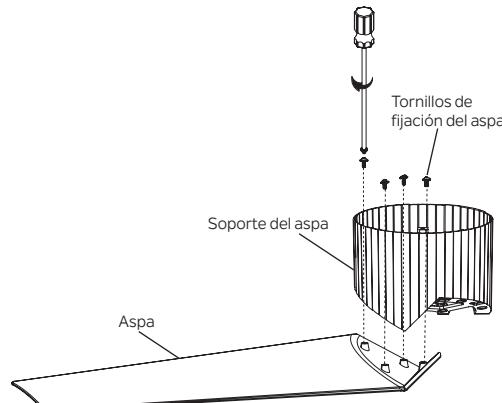

Figura 5
**Paso 1.** Alinee los cuatro orificios del aspa con los cuatro orificios correspondientes del soporte. Enrosque los tornillos de fijación del aspa en los orificios alineados y apriete los tornillos para fijar el aspa al soporte. Repita para las aspas restantes. (Figura 5)